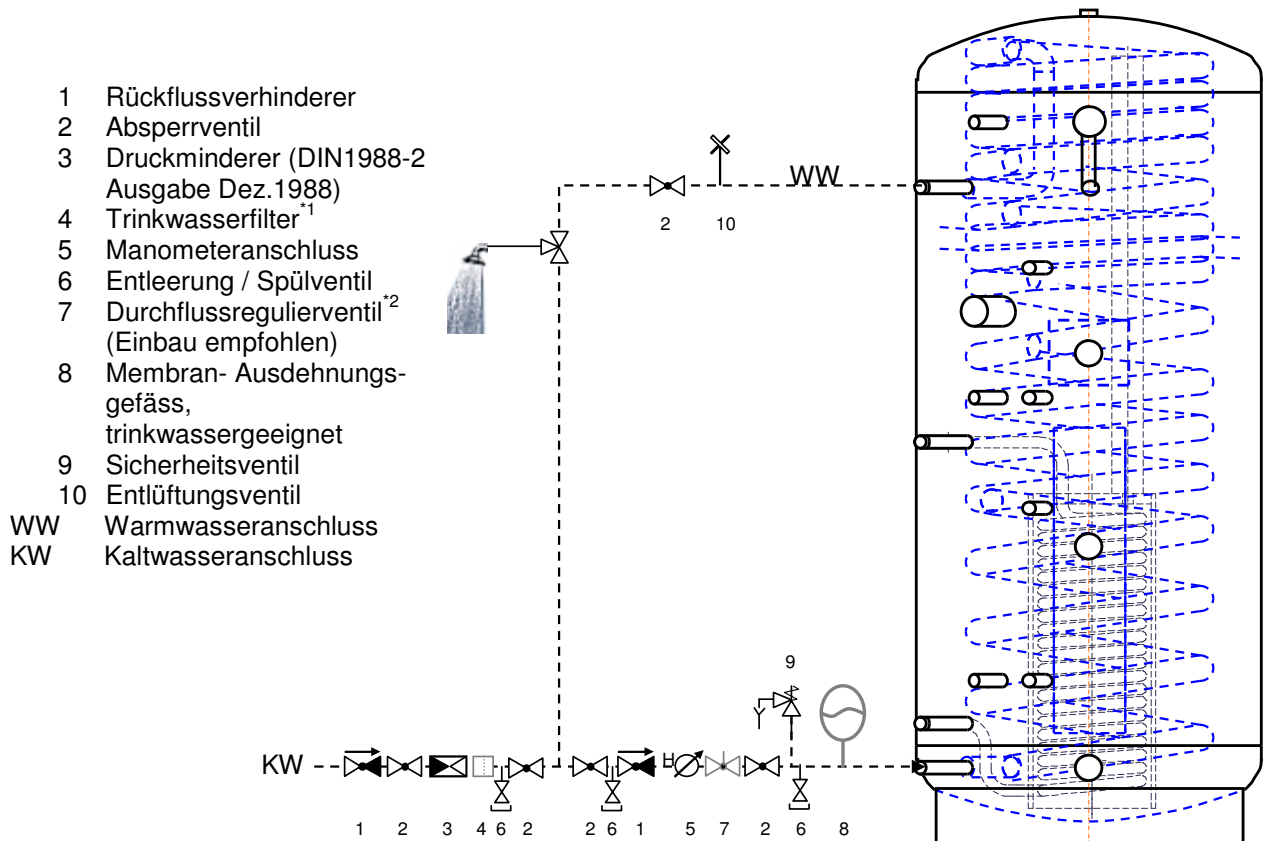

Abb.2 Schema Wasseranschluss
- Nehmen Sie den Kalt- und Warmwasseranschluss nach Abb. 2 gemäss DIN 1988 vor.